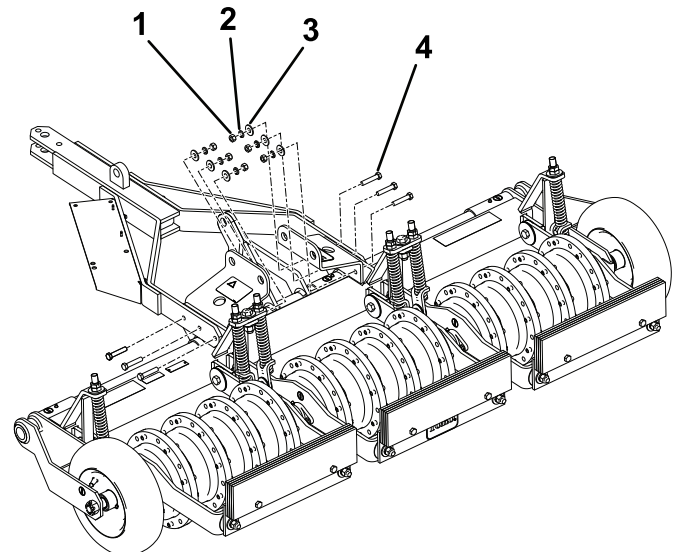

Figura 6
4. Fissate il gruppo timone e le staffe con la bulloneria, come illustrato nella Figura 6 e serrate i dadi a 54 - 74 N·m.